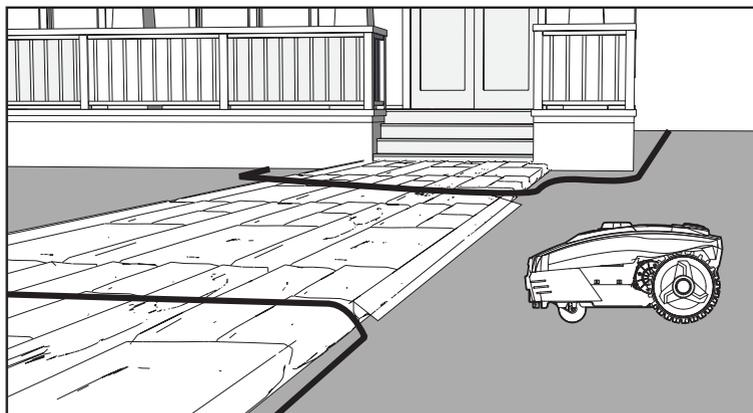

Fig. 12
- Lorsque l'allée et la pelouse sont au même niveau, utiliser le câble périphérique (19) pour créer une bande permettant à la machine de traverser l'allée en toute sécurité pour rejoindre la pelouse opposée (Fig. 12).